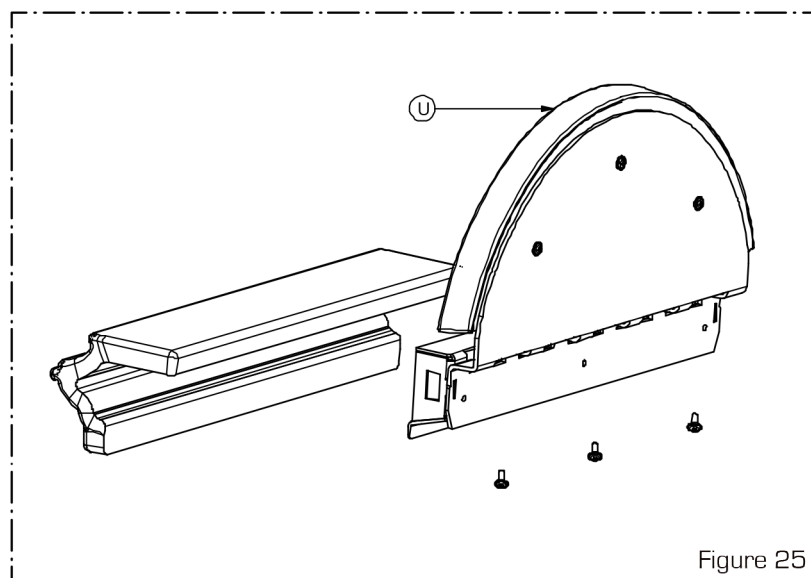

Figure 25
- Assembler la céramique frontale de la coupole U avec la céramique L en utilisant les vis conservées lors de son démontage (Figure 25)